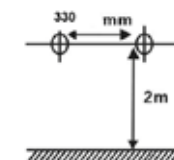

Rys. 2
- Nie instalować urządzenia w strefach 0, 1 i 2, patrz Rysunek 2.